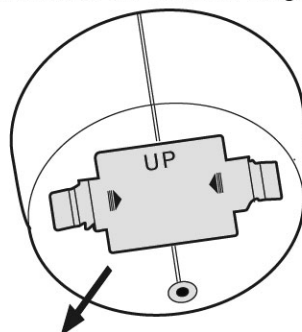

Abb.5
1. Drücken Sie die „Taste“ auf dem Batteriefach gemäß der Pfeilmarkierung und ziehen Sie die Abdeckung des Batteriefachs heraus (Abb. 5). Hinweis: Auf dem Batteriefach ist das Wort UP eingraviert. Verwechseln Sie nicht die Richtung.